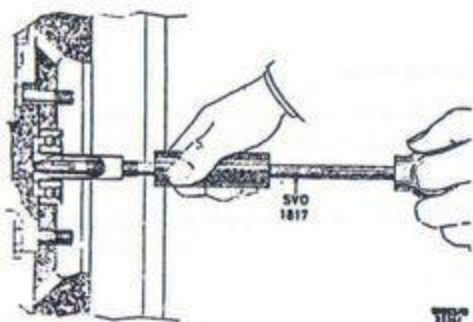

Bild 51. Demontering av kopplingsaxelns kullager.
3. Avlägsna kullagret med hjälp av utdragare SVO 1817, se bild 51.